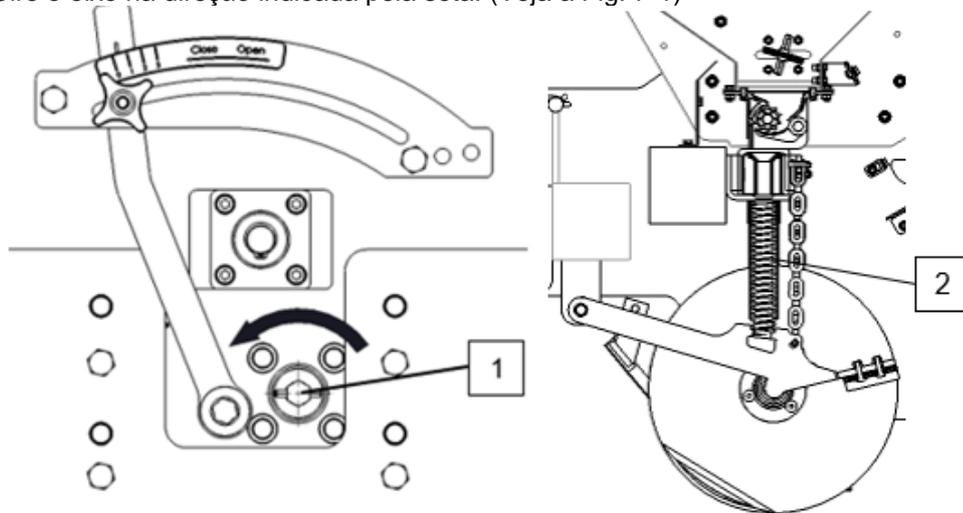

Fig. 7-1
- Verifique se o eixo que aciona os copos de sementes gira suavemente. Quando a tremonha está vazia, o eixo (1) deve poder girar com uma chave sem muita força. Gire o eixo na direção indicada pela seta. (Veja a Fig. 7-1)
- Verifique se a passagem de sementes (2) não está bloqueada. (Fig.7-1)